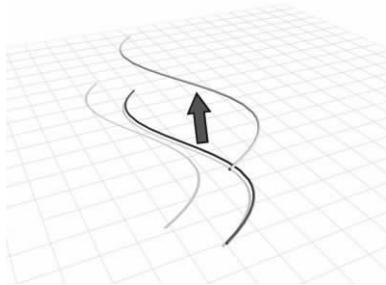

图 5-62 创建变换曲线▲
- (创建变换曲线): 在当前曲线的基础上创建一个具有不同位置、旋转或缩放的副本曲线,如图 5-62 所示。